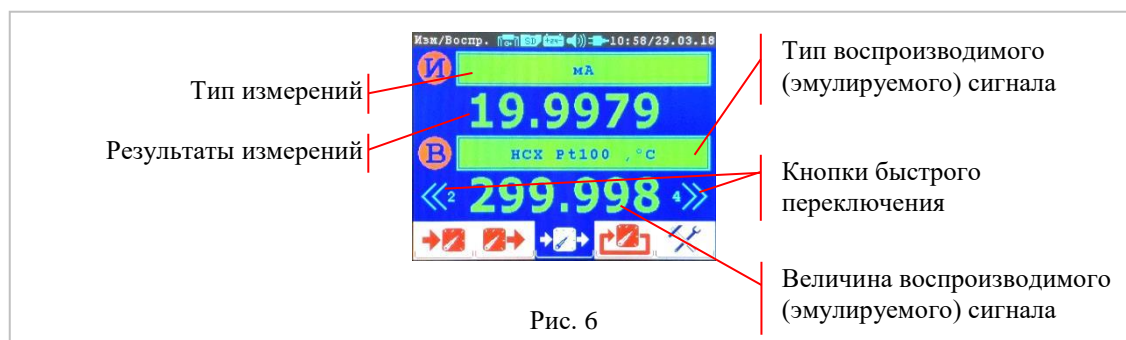

Рис. 6
4.1.4 Вкладка «Измерение / Воспроизведение», рис. 6